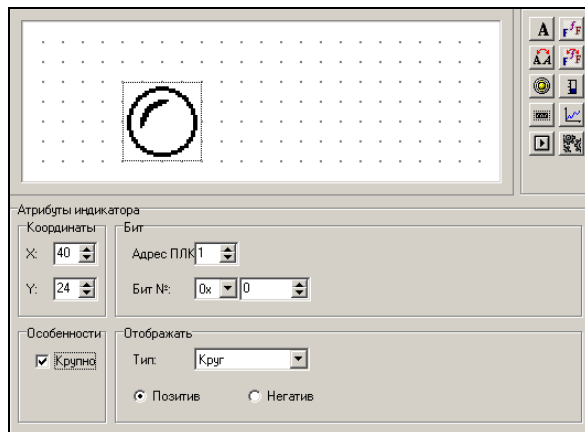

Рис. 4.15. Индикатор
1. Нажать кнопку . Откроется область задания параметров индикатора (см. рис. 4.15).